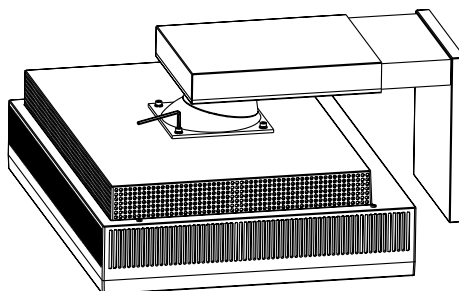

Rysunek S.1
2. Połóż monitor ekranem w dół na miękkiej powierzchni (**Rysunek S.1**).